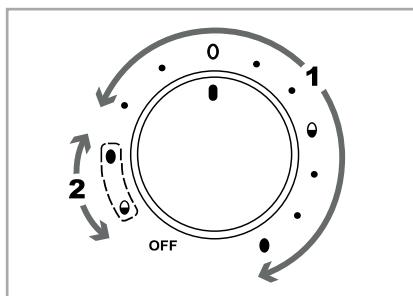

Abb. 1
- 1) Drehen Sie den Drehregler ⑨ in die Position, die dem gewünschten Härtegrad der Eier entspricht. Benutzen Sie den Einstellbereich „1“ (siehe Abb. 1) mit den Symbolen und den dazugehörigen Punkten davor:
Sie können mit dem Gerät Eier in zwei unterschiedlichen Härtegraden kochen. Der zuerst erreichte Härtegrad ist dabei immer der weichere. Für zuverlässige Ergebnisse müssen alle verwendeten Eier möglichst gleich groß sein und die gleiche Ausgangstemperatur haben. Für den ersten Kochvorgang gilt der Einstellbereich „1“ mit den Symbolen und den dazugehörigen Punkten davor. Für den zweiten Kochvorgang gilt der Einstellbereich „2“ mit den umstrichelten Symbolen (siehe Abb. 1).
- 2) Stellen Sie den Drehregler ⑨ in die Position, die dem weichsten Härtegrad der Eier entspricht (es gilt der Einstellbereich „1“, siehe Abb. 1). Die Kontrollleuchte ⑩ leuchtet auf und der Kochvorgang beginnt.
3) Sobald die Eier den ersten, weicheren Härtegrad erreicht haben, erklingt ein Signalton. Drehen Sie den Drehregler ⑨ in die Position „OFF“, um das Gerät auszuschalten. Die Kontrollleuchte ⑩ erlischt.
- 4) Nehmen Sie den Deckel ③ ab und entnehmen vorsichtig die gewünschte Anzahl Eier, die mit dem weicheren Härtegrad gekocht werden sollten.
- 5) Setzen Sie den Deckel ③ wieder auf und drehen Sie den Drehregler ⑨ in die Position der umstrichelten Symbole (Einstellbereich „2“, siehe Abb. 1), die dem gewünschten Härtegrad für die im Gerät verbliebenen Eier entspricht: